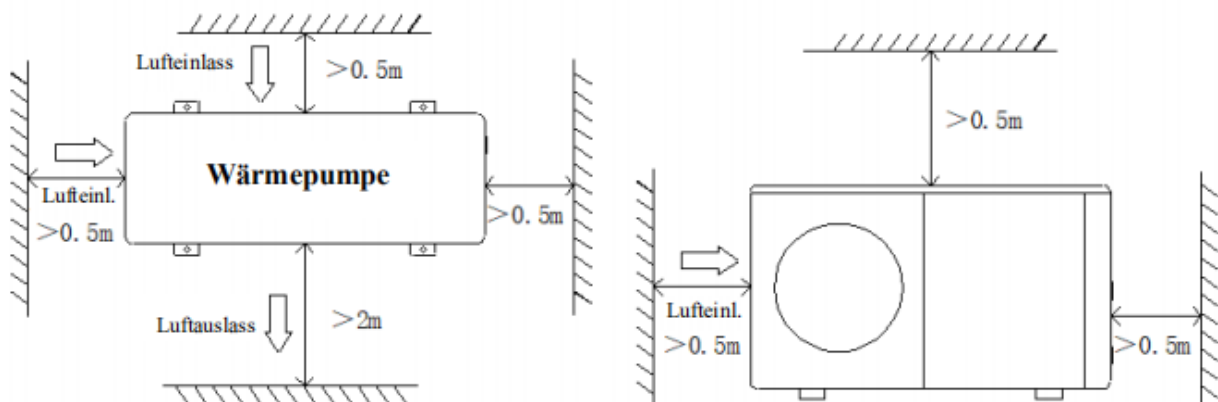

Abbildung 1
4. Um eine einfachere und bessere Wartung und Fehlerbehebung zu ermöglichen, sollten keine Hindernisse um das Gerät herum näher als 1m sein. Und es sollten keine Hindernisse innerhalb von 2m, vertikal, vom Gerät für die Luftventilation vorhanden sein. (Siehe Abbildung 1)